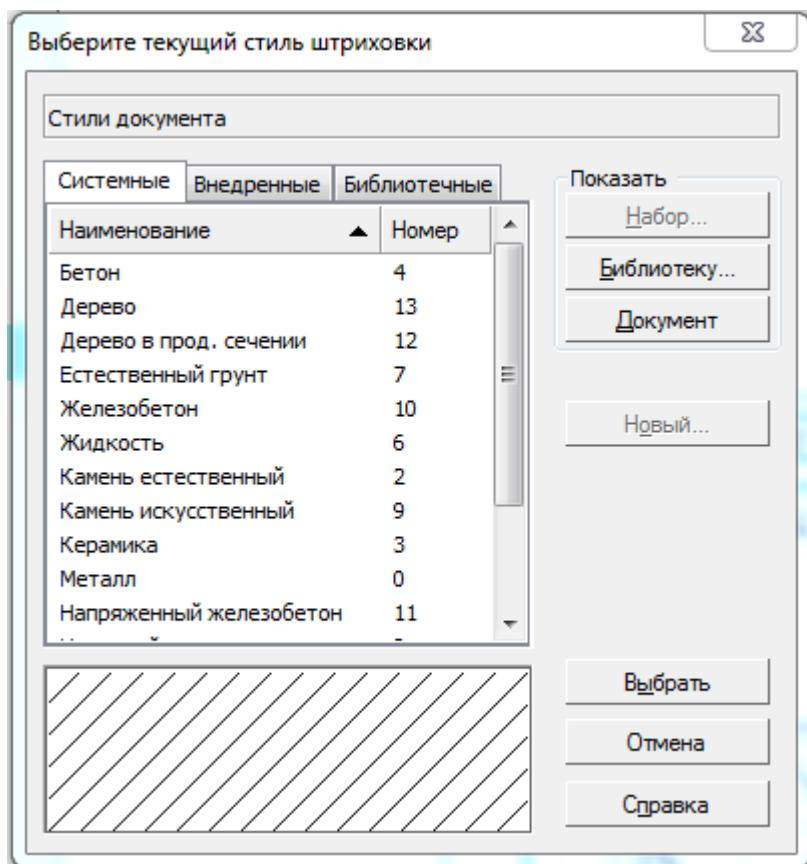

Рисунок 1.11 – Окно выбора стиля штриховки
- появится диалоговое окно **Выберите текущий стиль штриховки** (рисунок 1.11). Нажмите кнопку **Библиотека** и загрузите библиотеку стилей штриховок GRAPHIC.LHS. После этого перейдите на вкладку **Библиотека**, на которой должны отобразиться различные стили штриховок;